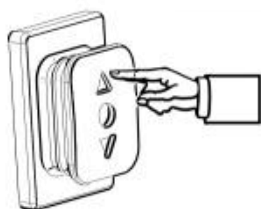

Figure D1
4.1 Maintenez le bouton de commande enfoncé pour ouvrir le store. Le moteur s'arrêtera automatiquement lorsque le store sera complètement ouvert. (Figure D1)